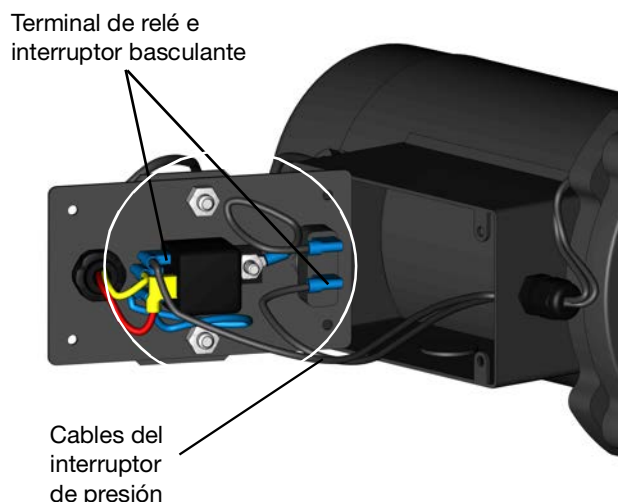

FIG. 26
4. Crimpe los conectores en el extremo de los cables del interruptor de presión (consulte FIG. 26).
6. Conecte los cables del interruptor de presión al terminal de relé y de interruptor basculante (FIG. 26).